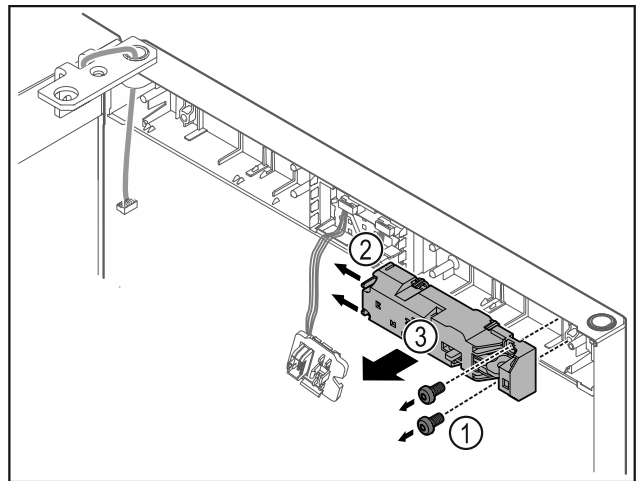

Fig. 17
- ▶ Vegye ki a csavarokat Fig. 17 (1).
- ▶ Tolja el oldalra a reteszelő nyelveket Fig. 17 (2), majd vegye le a zárat Fig. 17 (3).